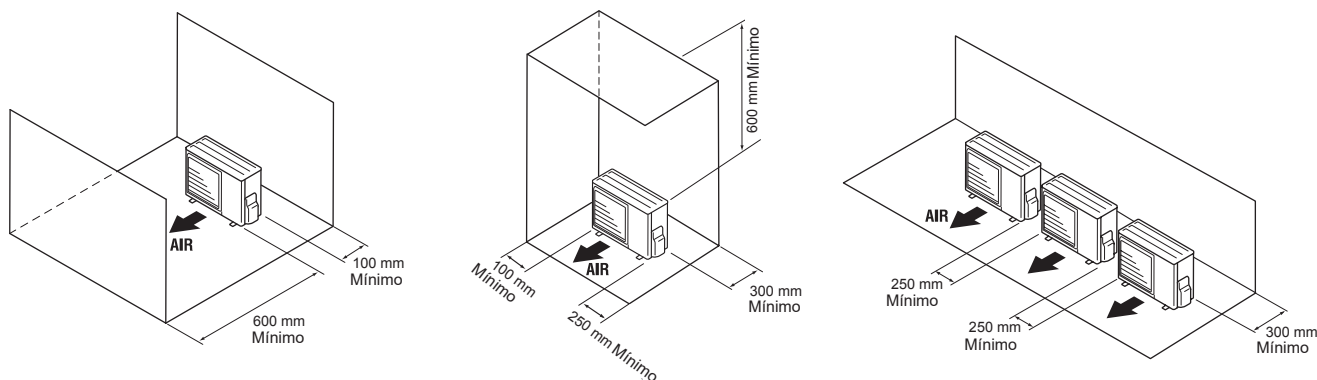

fig. 14 - Distancias mínimas de instalación alrededor de la unidad exterior
- El aparato debe estar perfectamente accesible para los trabajos posteriores de instalación y mantenimiento (fig. 14).
- Ningún obstáculo debe impedir la circulación del aire a través del evaporador ni la salida del ventilador (fig. 14).